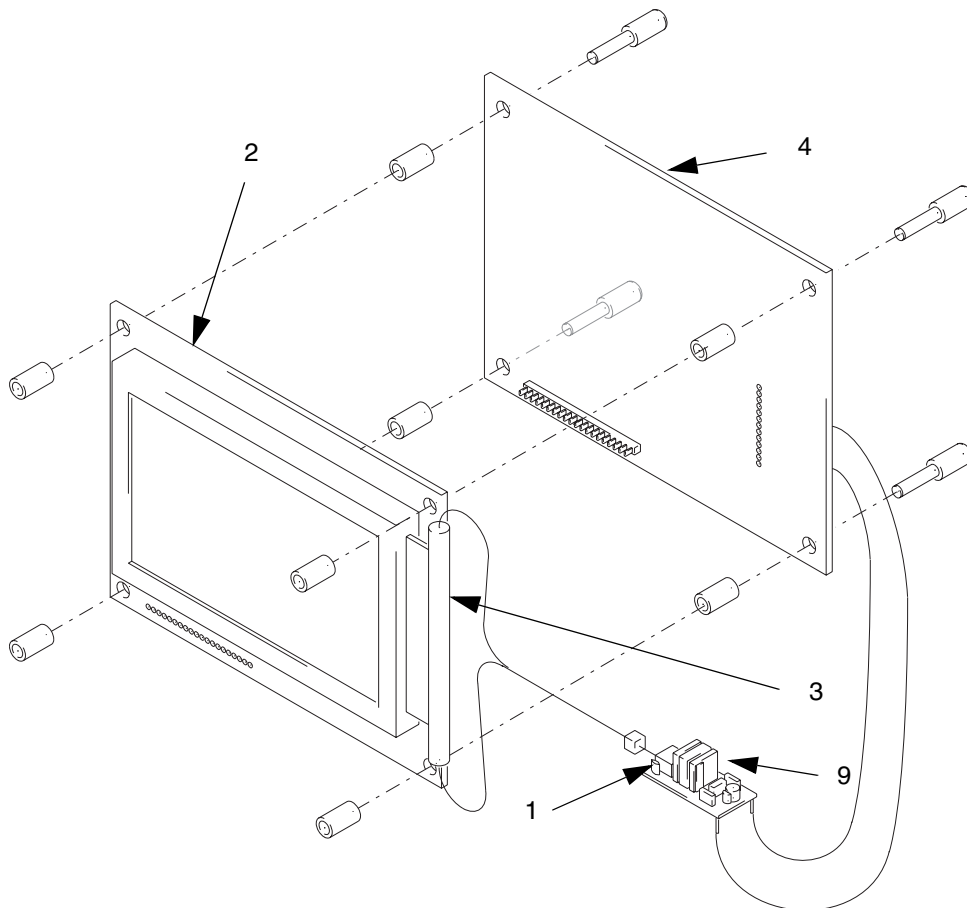

FIG. 25
Prima di sostituire la retroilluminazione, controllare che l'inverter (9) abbia la tensione giusta scollegando il connettore della retroilluminazione (1), accendendo il PFlo LT e misurando accuratamente la tensione CA sui due poli dell'inverter. Vedere FIG. 25. La tensione rilevata dovrebbe essere di circa 700 V CA. In caso contrario sostituire l'inverter.
4. Scollegare il cavo a nastro dalla scheda (4) sfilandolo dal connettore. prendere nota della posizione del cavo nel connettore. La freccia indica il piedino 1; la riconnessione dovrà avvenire con il piedino 1 innestato.
5. Scollegare i restanti connettori sulla scheda e prendere nota della loro posizione. Scollegare il connettore (1) proveniente dalla lampada della retroilluminazione.
8. Rimuovere le due piccole viti che reggono la retroilluminazione (3) al display (2) e far scivolare la retroilluminazione di lato rispetto al display.